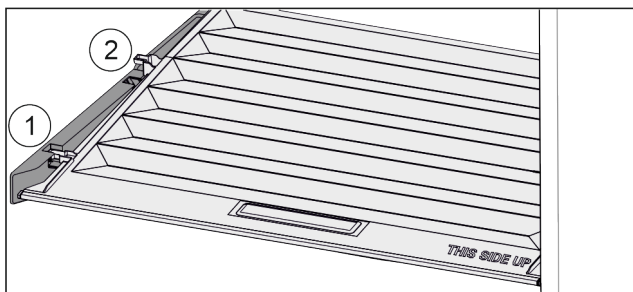

Fig. 131
- Deksel tot de opening in de vasthouddelen naar voren trekken Fig. 131 (1).
- Aan de achterkant vanaf de onderkant omhoog tillen en vanaf de bovenkant verwijderen Fig. 131 (2).